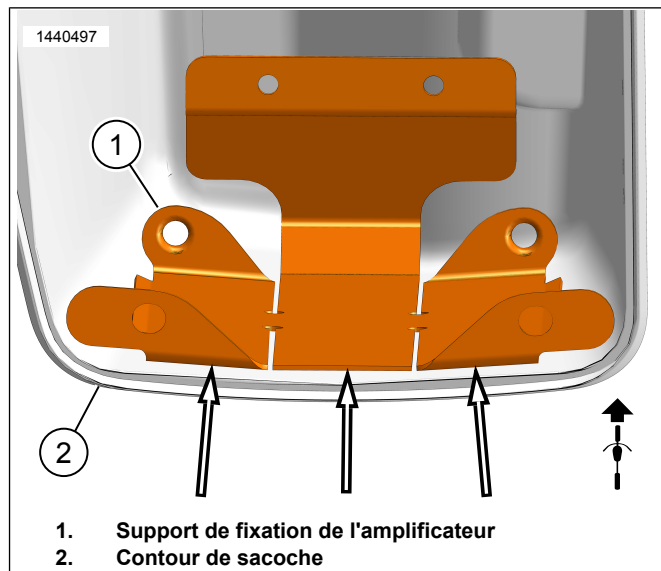

Figure 13. Contour de sacoche
b. Voir la figure 13. Utiliser les fentes du support de montage (1) pour pouvoir cintrer en adaptant au contour de la sacoche (2) sans basculement. Cela permettra d'assurer un meilleur contact et une meilleure adhérence avec le ruban. Ne pas enlever le film de protection pour le moment.